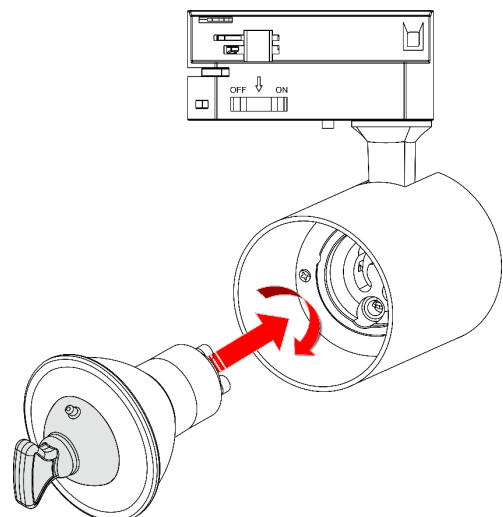

Fig. 05
- 02) Inserire la lampadina nel **portalampada (04)** e ruotarla in senso orario finché non entra in posizione (vedere Fig. 05).